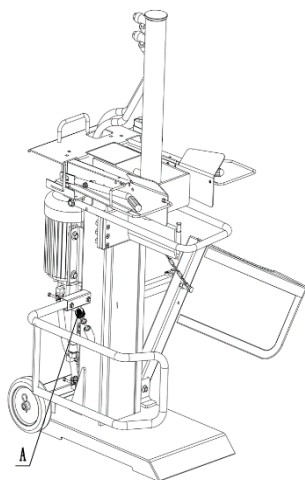

Fig. 5
### **Aerisirea sistemului hidraulic, Fig.5**
- . Slăbiți șurubul de aerisire A., Fig.5